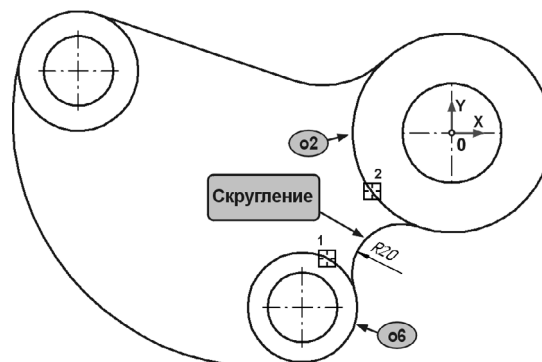

Рис. 25.9. Построение скругления окружностей о2 и о6
- 12.5. Самостоятельно постройте сопряжение окружности о6 и окружности о2 дугой радиусом 20 мм (рис. 25.9).